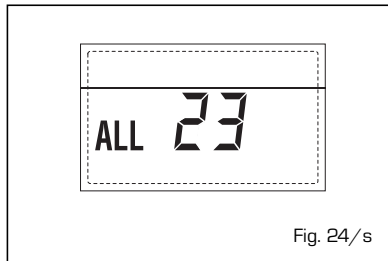

Fig. 24/s
- **ANOMALIA NUMERO SCHEDINI COLLEGATI "ALL 29"** (fig. 24/y)